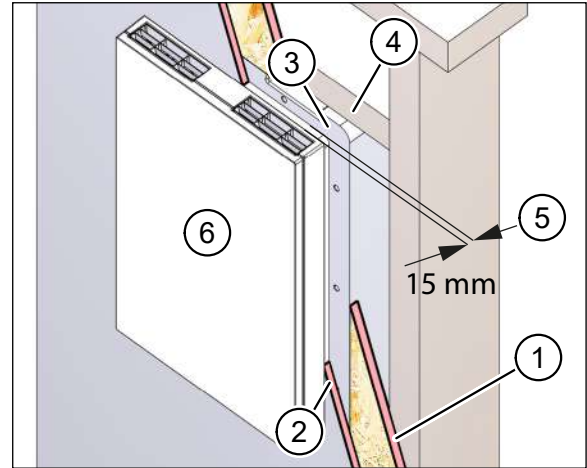
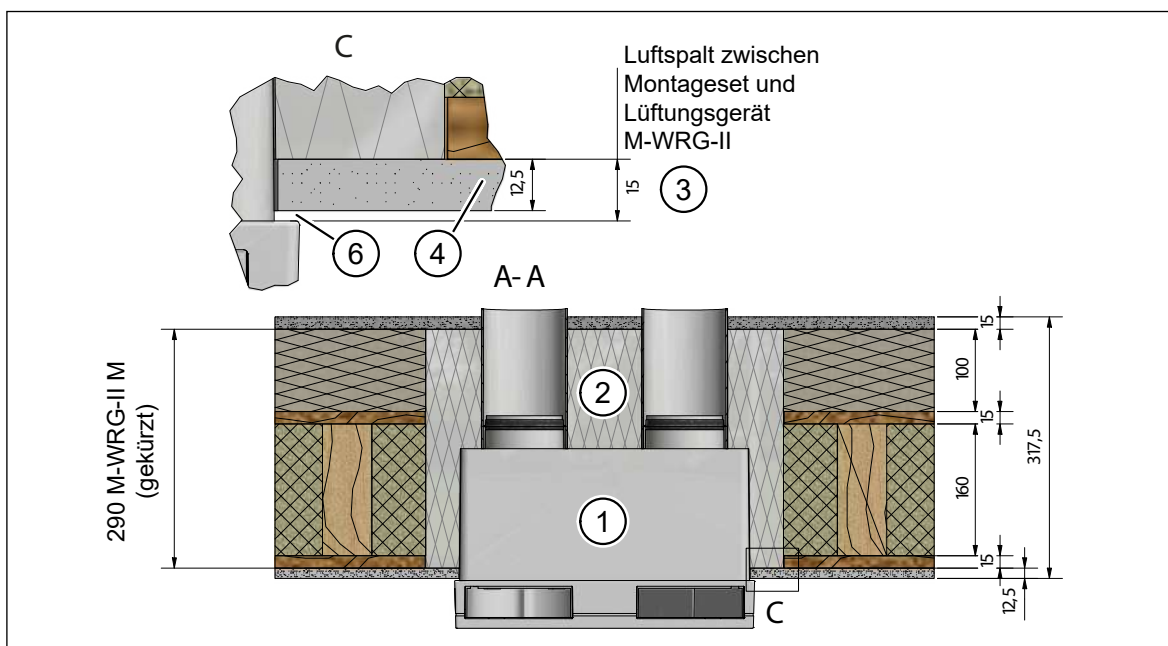

Abb. 21: Putzrahmentiefe 15 mm
Abb. 22: Positionierung des Montagesets in der Außenwand, Maße in Millimeter
- Die Innenwandverkleidung besteht aus einer 15 mm starken OSB-Platte (Pos. 1 in Abb. 21) und einer 12,5 mm starken Gipskartonplatte (Pos. 2 in Abb. 21).
- Die Frontfläche des Mauerkastens (Pos. 3 in Abb. 21) steht 15 mm über die beiden Riegel (Pos. 4 in Abb. 21) über. In diesem Fall schließt die OSB-Platte bündig mit der Frontfläche des Mauerkastens ab.
- Der Luftspalt (Pos. 5 in Abb. 21) von 15 mm zwischen der Frontfläche des Mauerkastens und dem Gehäuse des Lüftungsgeräts (Pos. 6 in Abb. 21) wird durch die 12,5 mm starke Gipskartonplatte aufgefüllt. Die verbleibende Schattenfuge von 2,5 mm kann verfugt werden.
- Das Lüftungsgerät (Pos. 6 in Abb. 21, Pos. 1 in Abb. 22) muss beim späteren Einbau bis zum Endanschlag in den Mauerkasten (Pos. 3 in Abb. 21, Pos. 2 in Abb. 22) eingeschoben werden. Nur so ist sichergestellt, dass kein Kondensat zwischen der Rückwand des Lüftungsgerätes und dem Mauerkasten entsteht.
- Wenn das Lüftungsgerät bis zum Endanschlag in den Mauerkasten eingeschoben wird, verbleibt ein Luftspalt (Pos. 5 in Abb. 21, Pos. 3 in Abb. 22) von 15 mm zwischen der Frontfläche des Mauerkastens und dem eingesetzten Lüftungsgerät. Dieser Spalt wird optimalerweise durch die abschließende Schicht der Innenwandverkleidung gefüllt.
- Ist die abschließende Schicht der Innenwandverkleidung (Pos. 2 in Abb. 21, Pos. 4 in Abb. 22) dünner als 15 mm, wird der 15 mm starke Luftspalt (Pos. 5 in Abb. 21, Pos. 3 in Abb. 22) zwischen der Frontfläche des Mauerkastens und dem eingesetzten Lüftungsgerät nicht komplett gefüllt, sodass eine Schattenfuge (Pos. 6 in Abb. 22) entsteht. Diese kann verfugt werden.
- Ist die abschließende Schicht der Innenwandverkleidung (Pos. 2 in Abb. 21, Pos. 4 in Abb. 22) stärker als 15 mm, muss der Mauerkasten an der Frontseite um das Differenzmaß, das 15 mm überschreitet, gekürzt und nach vorne versetzt werden, um den Luftspalt zwischen Lüftungsgerät und Mauerkasten zu vergrößern. Alternativ kann die letzte Schicht der Innenwandverkleidung um das Differenzmaß ausgefräst werden.